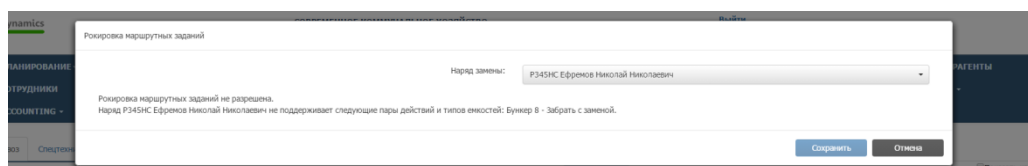

Рисунок 56. Запрет на замену заданий
- Если ТС *Наряда 2* не поддерживает типы емкостей и действия с ними из маршрутных заданий *Наряда 1*, то рокировка заданий будет запрещена. Кнопка «Сохранить» не активна (Рисунок 56).